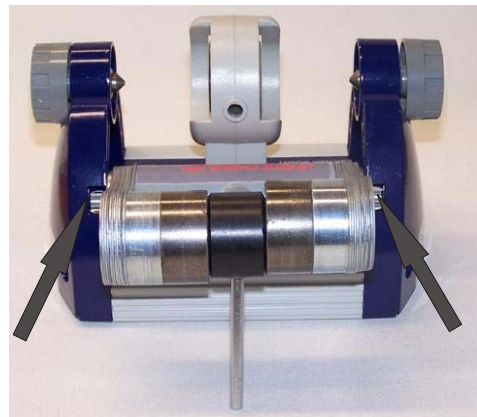

Fig. 2 Ímã permanente inserido na unidade base
- Girar o bastão metálico para dentro do colo da unidade magnética. Colocar a unidade magnética no suporte de pinça na unidade base, como ilustrado na Fig. 2.